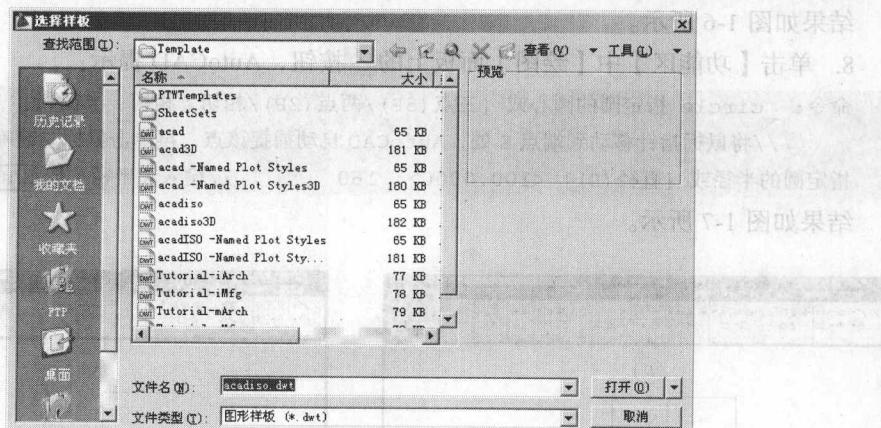

图 1-3 【选择样板】对话框
2. 单击【菜单浏览器】，选择菜单命令【文件】/【新建】(或单击【快速访问】工具栏上的 按钮来创建新图形)，打开【选择样板】对话框，如图 1-3 所示。该对话框列出了许多用于创建新图形的样板文件，默认的样板文件是“acadiso.dwt”。单击 按钮，开始绘制新图形。